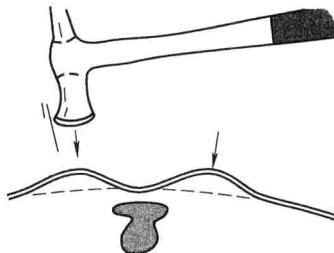

图 1-8 锤子与垫铁配合进行凹面修理
- 左手抓住垫铁，将垫铁贴紧金属板凹陷最低处，右手握锤敲击，如图 1-8 所示。